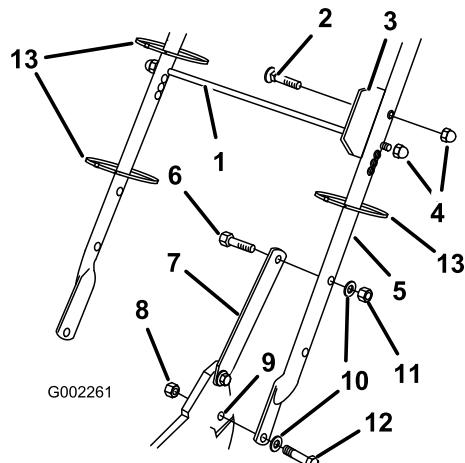

Figura 3
contratuerca con inserto fino de nylon (5/16 pulgada) (Figura 3).
2. Fije los soportes del manillar al manillar con dos pernos de (5/16 x 1-1/2 pulgadas), arandelas, y contratuerca con inserto fino de nylon (5/16 pulgada) (Figura 3).
3. Instale el perno de cuello cuadrado a través de la chapa de alineación de la bolsa y el segundo hoyo del lado izquierdo del manillar, y fíjelo con una contratuerca de caperuza (Figura 3).
4. Deslice la varilla de soporte de la bolsa a través de la chapa de alineación de la bolsa, y por los taladros de montaje que están en tercera posición contando desde arriba del manillar, y fije cada extremo con una contratuerca de caperuza (Figura 3).
5. Utilice sujetacables para fijar los cables de control al manillar (Figura 3).